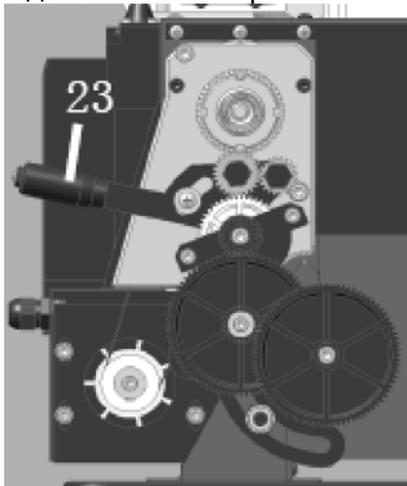

Рис.2
Зубчатый механизм, показанный на Рис. 2, передает вращение винту подачи. Винт подачи работает, как червяк, и во время эксплуатации рукоятки автоподдачи (12), которая крепится гайкой к винту подачи, передает вращение суппорту, а затем режущему инструменту. Таким образом, подача передается для нарезания резьбы и обточки. Частота вращения винта подачи и скорость режущего инструмента определяется конфигурацией коробки